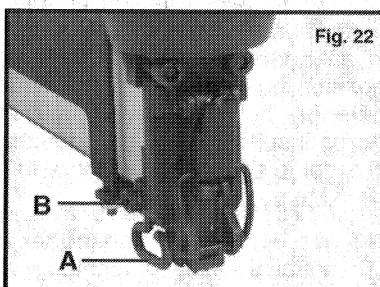

Fig. 22
La profondeur à laquelle une attache peut être enfoncee est contrôlée par la position de la butée d'arrêt (A) fig. 22. Elle est réglée en usine à sa valeur maximale. Procéder à un tir d'essai et vérifier la profondeur. Pour la changer, dévisser la vis de blocage (B) fig. 22, à l'aide de la clé Allen de $\frac{3}{32}$ po. Faire glisser la butée de profondeur à la position désirée et la bloquer en serrant la vis de blocage. Procéder à un autre essai et vérifier à nouveau la profondeur. Répéter cette séquence jusqu'à l'obtention de la profondeur désirée.